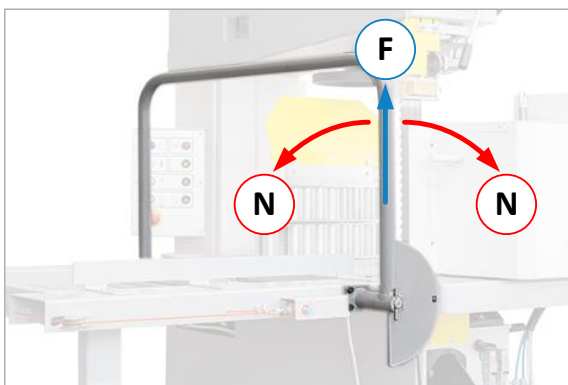

Abbildung 36: Stellungen des Not-Halt-Schaltbügels
- Der Schaltbügel lässt den Sägebetrieb zu, wenn er sich in seiner Mittellage (**F**) befindet (⇒ Abbildung 36).
- Sobald der Schaltbügel nach vorne gezogen oder nach hinten gedrückt wird, löst der Positionsschalter (**S**) aus und die Maschine wird in den Not-Halt-Zustand (**N**) versetzt (siehe ⇒ Abbildung 36).